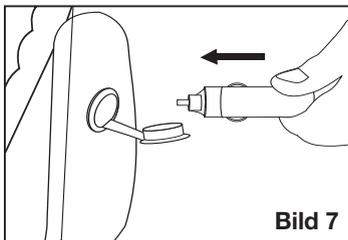

Bild 7
- Verbinden Sie den 12 V Kfz-Stecker des Fremdgerätes mit der 12 V Kfz-Steckerbuchse **21** des Gerätes (siehe Bild 7).